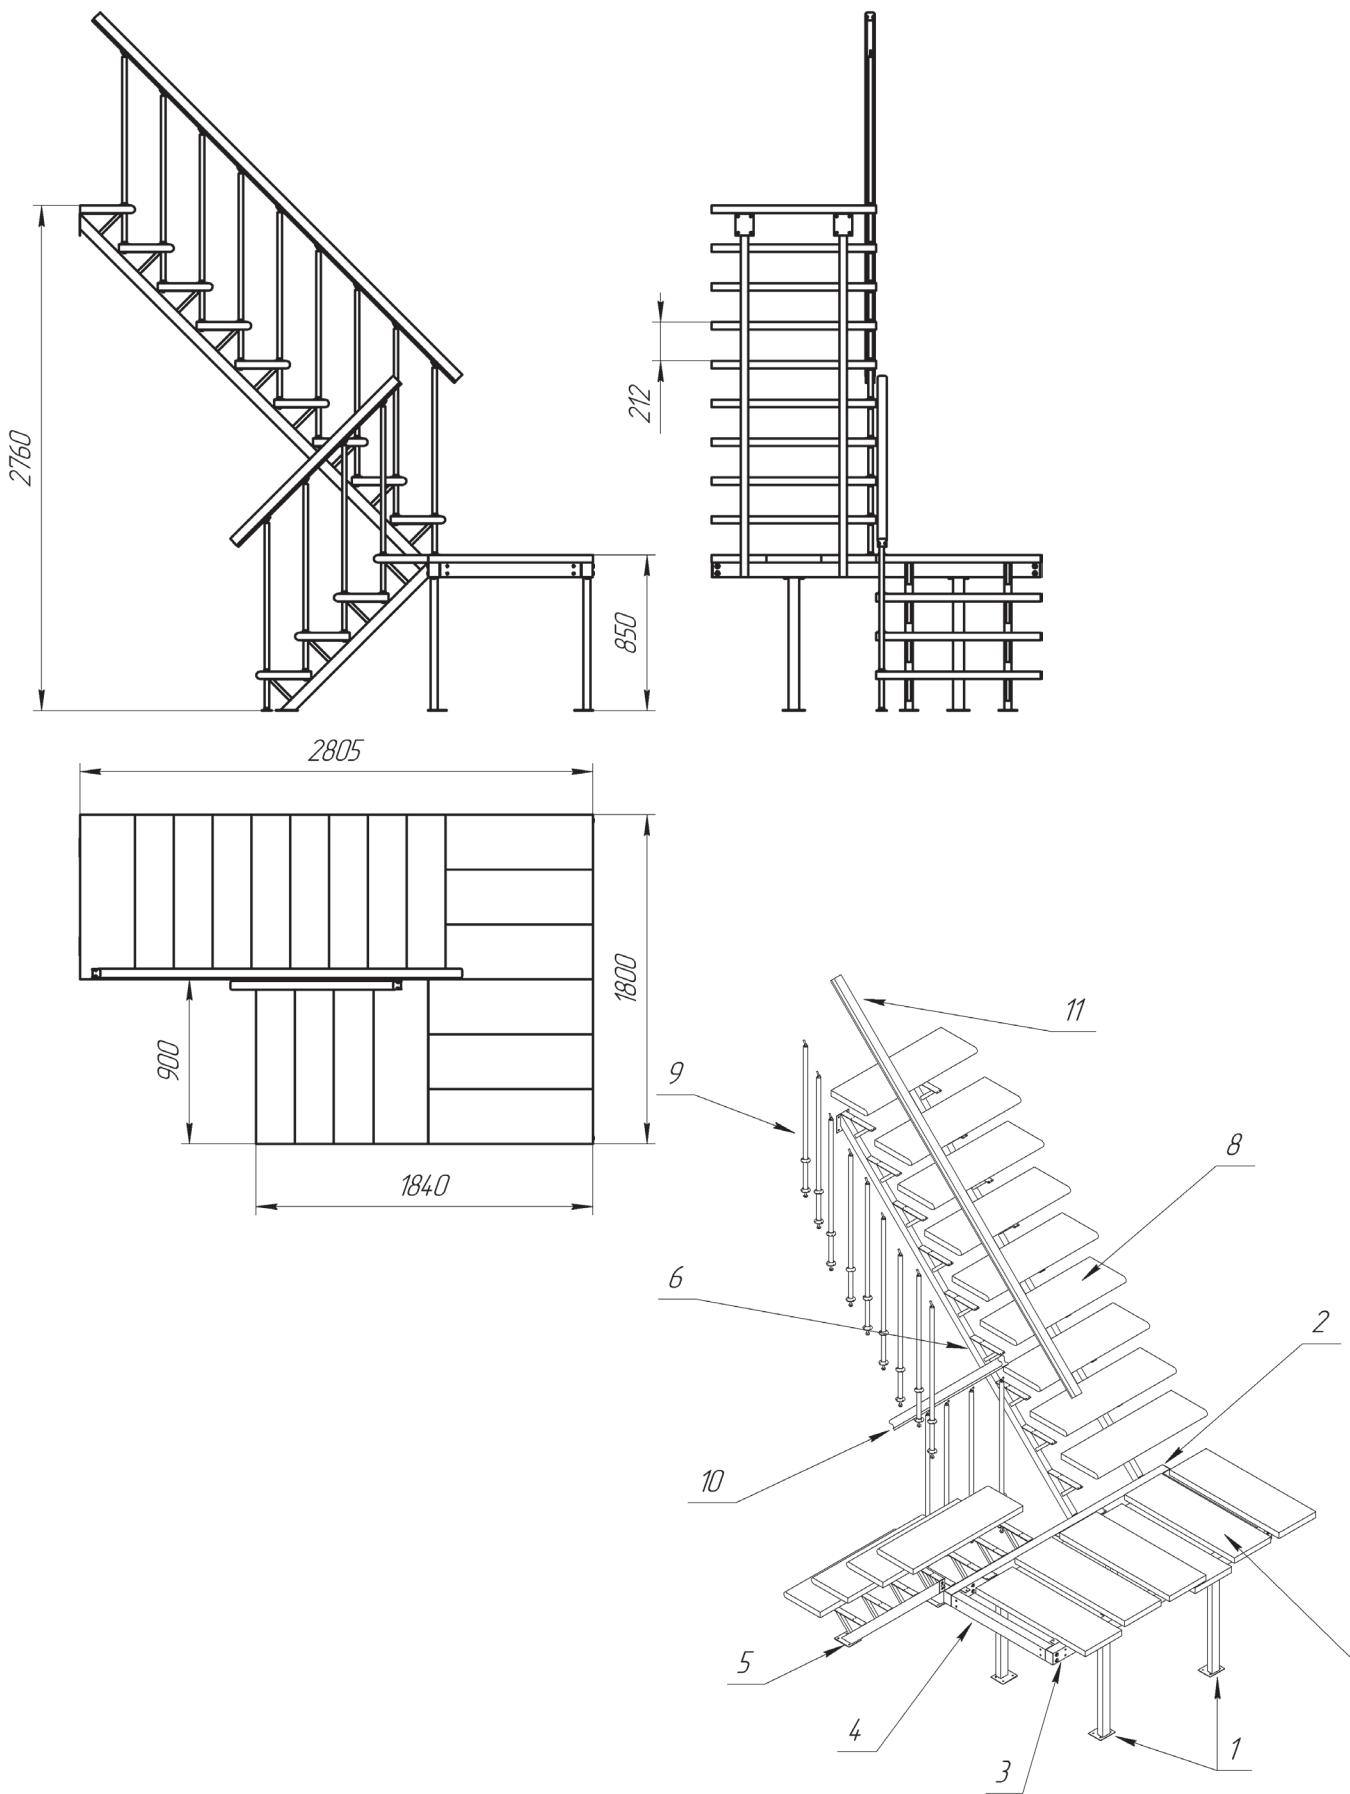

Рисунок 1.
- 2.1. Модификации лестницы - может собираться в левозаходном и правозаходном варианте(см. рис. 1, 2).